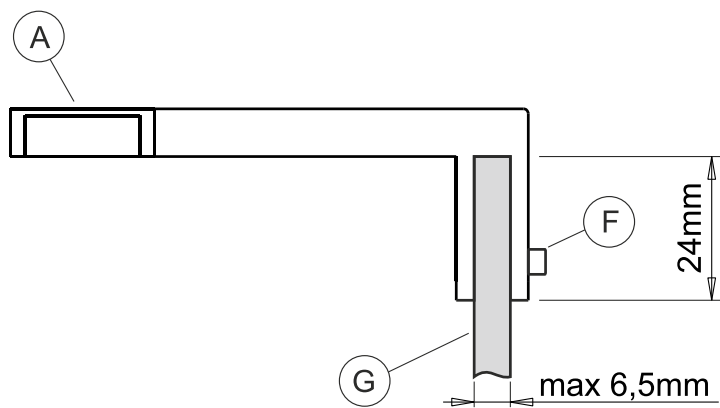

Fig 4
- Ellenőrizze, hogy a tükör vastagsága (G) nem haladja meg a 6.5mm-t és pozícionálja a lámpát (A) (Fig. 4).
- Rögzítse a lámpatestet (A) a tükörhöz (G) a szorítócsavarok segítségével (F) (Fig. 4, 5).
- A 230V-os hálózatra csatlakoztatást, csak a kötődobozon keresztül (D) végezze, melyet tartalmaz a csomag.